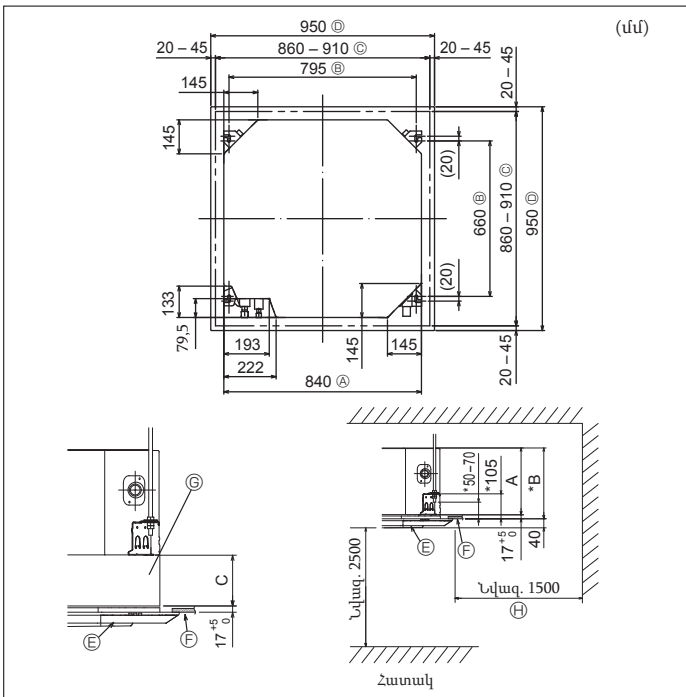

Fig. 3-2
### 3.2. Առաստաղի բացվածքների և կախովի հեղույսների տեղադրման տեղերը (Fig. 3-2)
- Առաստաղի բացվածքի չափսերը կարող են կարգավորվել Fig. 3-2 նկարում նշված ընդգրկույթի սահմաններում: Կենտրոնադրել հիմնական բլոկը առաստաղի բացվածքում՝ համոզվելով, որ բոլոր համապատասխան կողմերից մնացած օդային արանքը նույն չափի է: